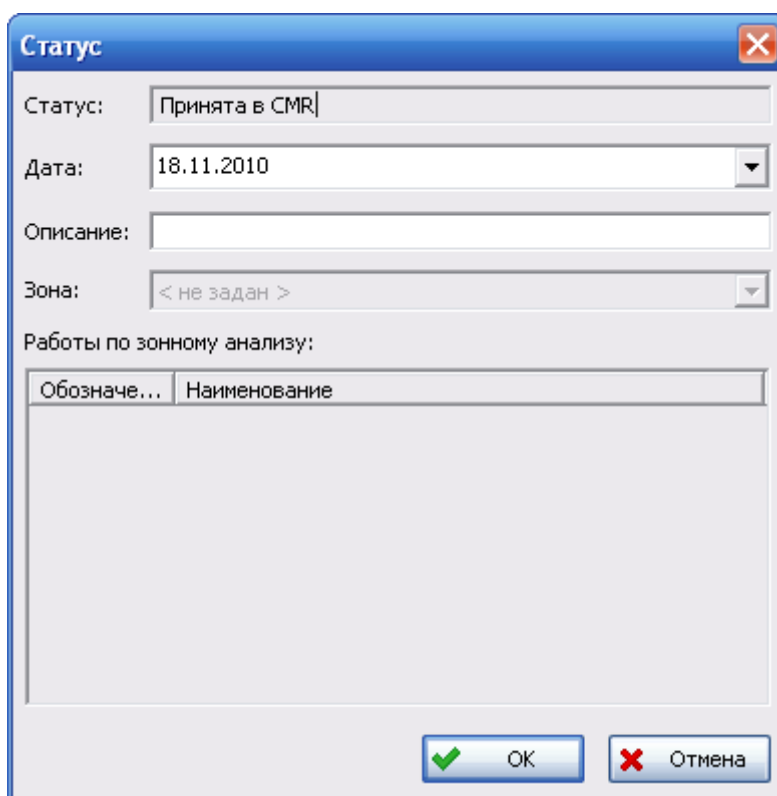

Рис. 3-117
- В появившемся окне **Статус** при необходимости отредактируйте дату и нажмите на кнопку **OK** (рис. 3-117).